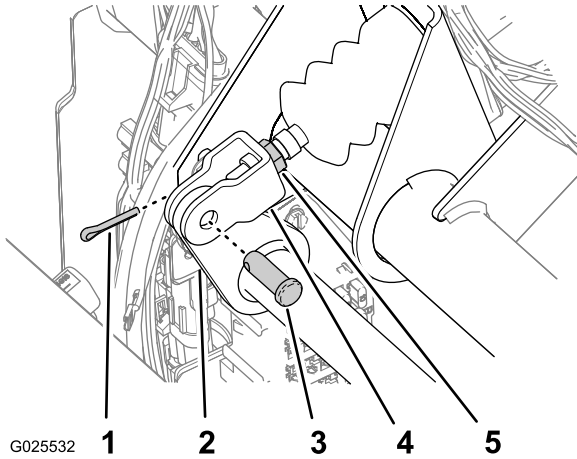

Figura 76
2. Retire el pasador de horquilla y la chaveta que fijan la horquilla del cilindro maestro al pivote del pedal de freno (Figura 76).
4. Afloje las contratuercas que fijan la horquilla al eje del cilindro maestro (Figura 76).
5. Ajuste la horquilla hasta que sus taladros estén alineados con el taladro del pivote del pedal de freno (Figura 76).
6. Fije la horquilla al pivote del pedal con el pasador y la chaveta (Figura 76).
7. Apriete la contratuerca que fija la horquilla al eje del cilindro maestro (Figura 76).